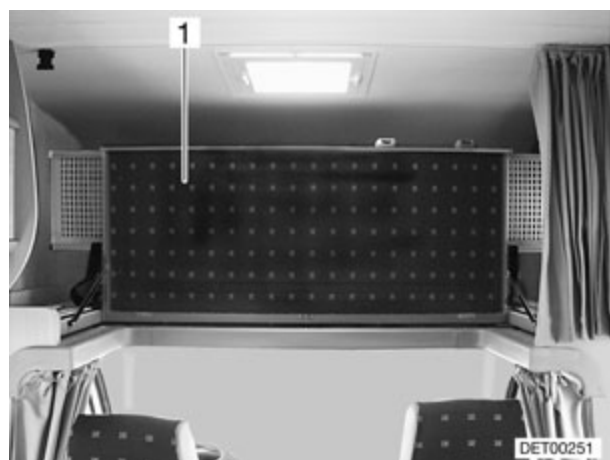

Fig. 74 Cama de alcoba, plegada hacia arriba
- Plegar hacia arriba la cama de alcoba (Fig. 74,1) delante. La cama de alcoba se mantiene en la posición superior mediante resortes por presión de gas.